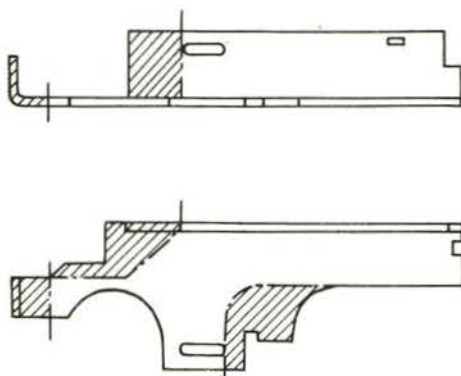

Bild 7 Steuerungsträger (linkes Teil dargestellt, rechtes analog)
- das Blech des Steuerungsteils ist zu bearbeiten (Bild 7)